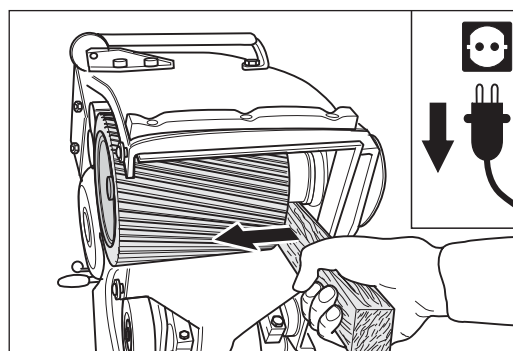

Abb. 81 Wenn die Schleifwalze festsitzt, vorsichtig mit einem Holz hebeln. **Keine Gewalt anwenden!**
**Verwenden Sie bei festsitzender Schleifwalze einen Holzhebel (Abb. 81), um die Maschine nicht zu beschädigen! Die Schleifwalze niemals durch Hammerschläge lösen!**